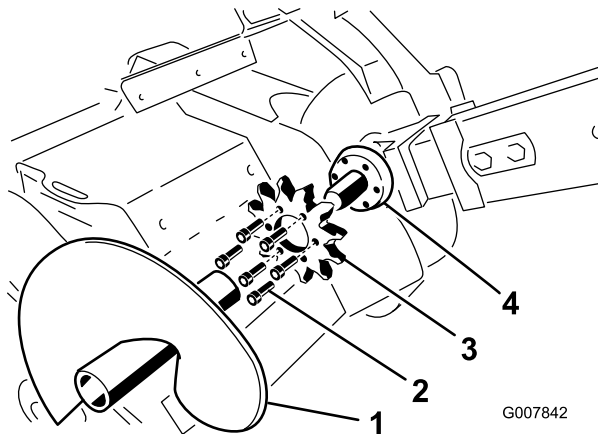

Figure 61
4. Enlevez la tarière de déblayage (Figure 61).
9. Enlevez les 6 boulons de fixation du pignon d'entraînement (Figure 61).
10. Déposez le pignon d'entraînement et mettez-le au rebut (Figure 61).
11. Nettoyez la surface de montage du pignon sur la trancheuse (Figure 61).
12. Glissez le nouveau pignon d'entraînement sur l'arbre (Figure 61).
13. Vissez les 6 boulons de fixation dans le pignon d'entraînement à la main (Figure 61).